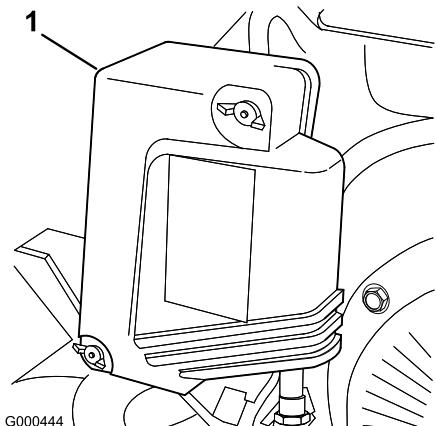

Figure 22
- Retirez les écrous à oreille qui fixent le couvercle au filtre à air et déposez le couvercle. Nettoyez soigneusement le couvercle (Figure 22).